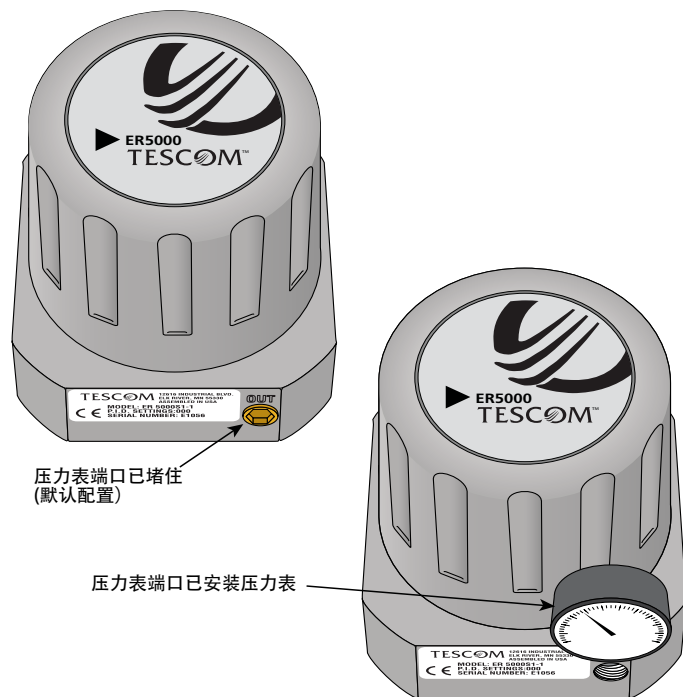

图66: 压力表端口用堵头堵住，和安装压力表示意图
- 未安装压力表时，必须将压力表端口堵住，如图66中所示。安装压力表后，必须进行适当的气密密封。